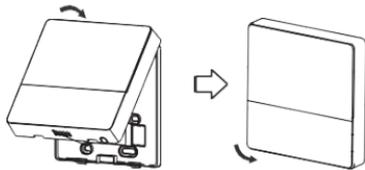

Fig 3-13
- Éviter de serrer le câblage pendant l'installation après avoir réglé le boîtier supérieur, puis l'avoir bouclé. (Fig 3-13)